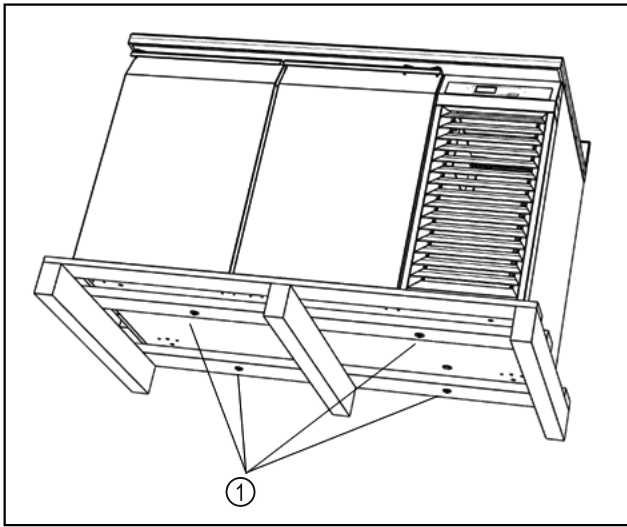

Fig. 7
- ▶ Зніміть гвинти. Fig. 7 (1)